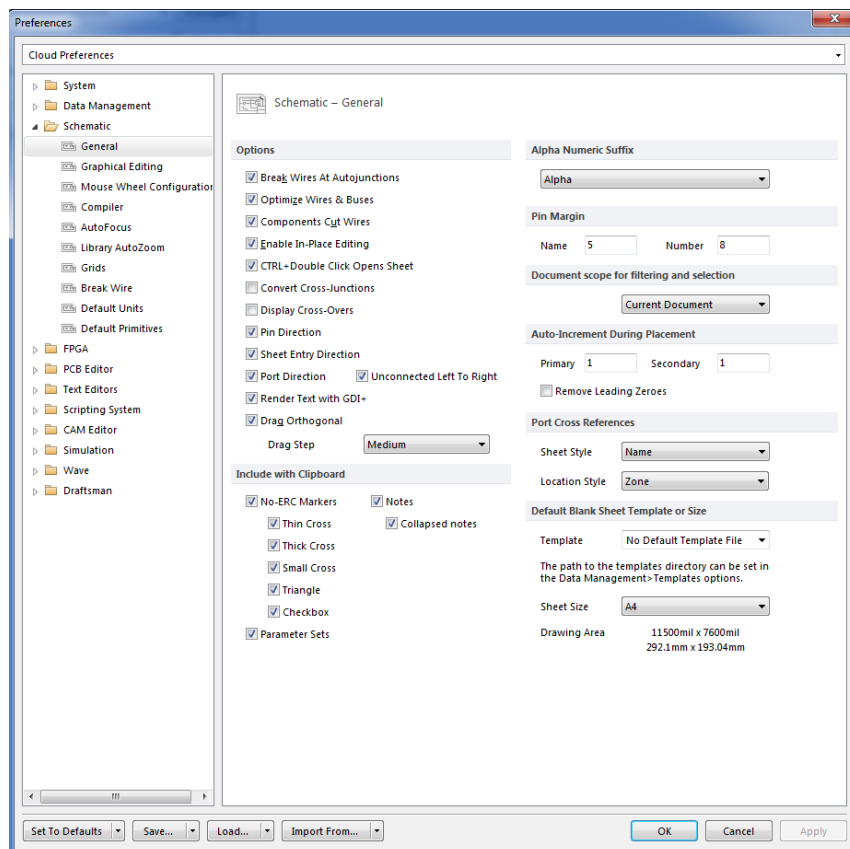

Рис. 1.5
- 2) Перейдіть у вікно налаштувань (Tools-Schematic Preferences-Schematic-General) (Рис. 1.5). У графі оберіть Numeric, separated by a dot ‘.’.